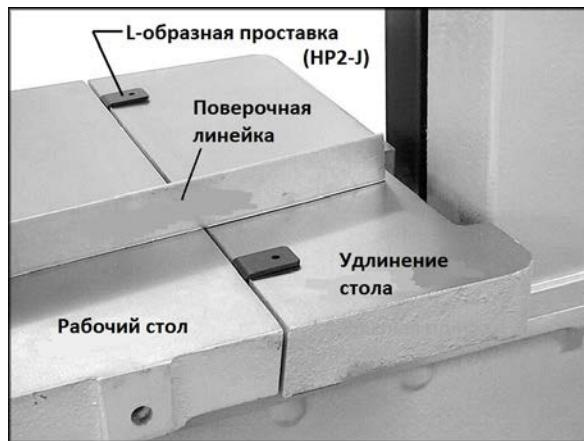

Рис. 24.
- Положите поверочную линейку (Рис. 24) на оба стола в продольном направлении. Если удлинение не находится на одном уровне с рабочим столом, используйте выравнивающую планку, расположенную под удлинением, чтобы отрегулировать его положение, как описано ниже.
- Отрегулируйте зазор между удлинением стола и рабочим столом. Зазор легко регулируется с помощью поставляемых в комплекте L-образных проставок (HP2-J) (Рис. 24). Установите L-образные проставки между столами, как показано на рисунке, и подведите удлинение к рабочему столу максимально близко, насколько позволят проставки.